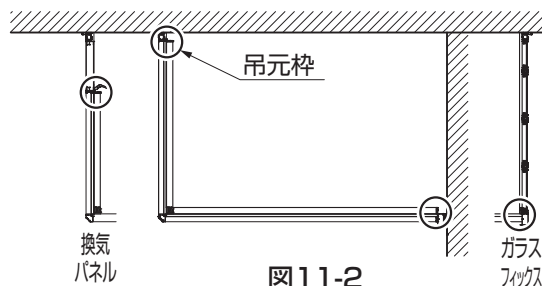
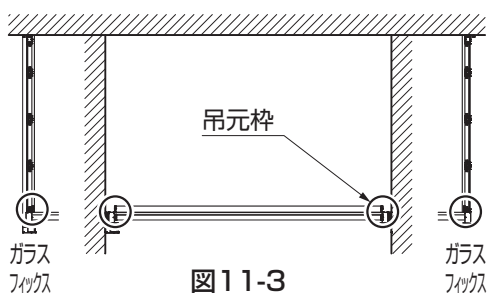

図11-2
図11-3
- 納まりごとに吊元枠の位置を確認して取付けてください。(図11-1、図11-2、図11-3、図11-4参照)